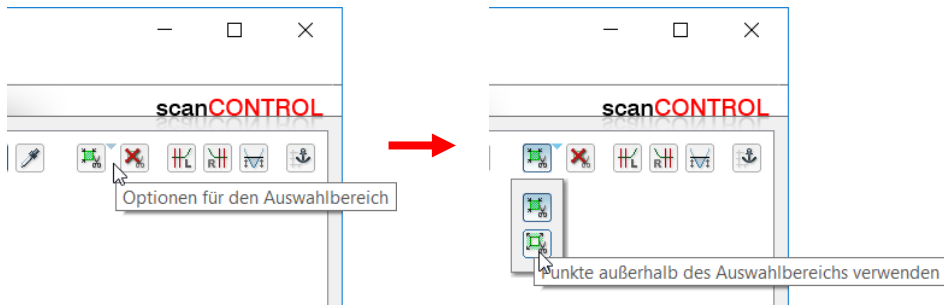

Abb. 3.35: Kontextmenü „Optionen für den Auswahlbereich“ (Punkte innerhalb/außerhalb des Auswahlbereichs verwenden)
- ➡ Öffnen Sie das Kontextmenü „Optionen für den Auswahlbereich“. Drücken Sie dazu auf die entsprechende Schaltfläche, die rechts neben dem Button „Auswahlbereich für Profilpunkte einstellen“ angeordnet ist (siehe Abb. 3.35).
- ➡ Wählen Sie im Kontextmenü den gewünschten Modus (siehe Abb. 3.35).